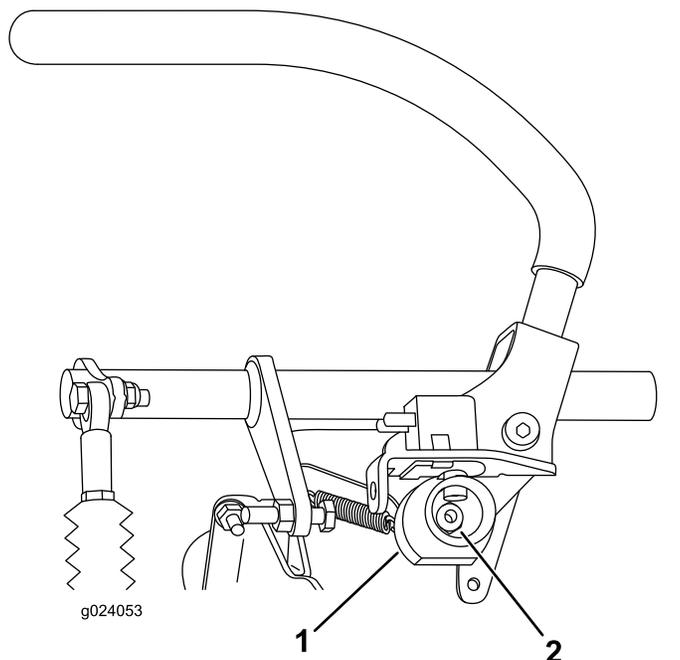

Рисунок 65
- Ослабьте гайку, удерживающую кулачок (Рисунок 65).